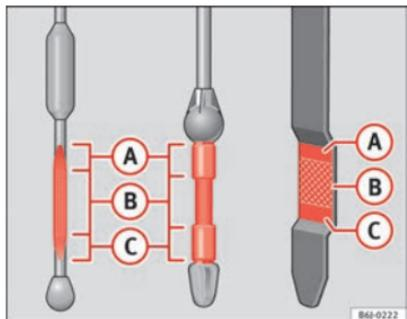

Abb. 154 Ölmesstab
- Den Messstab anschließend wieder herausziehen und den Ölstand ablesen ⇒ Abb. 154. Füllen Sie gegebenenfalls Motoröl nach.